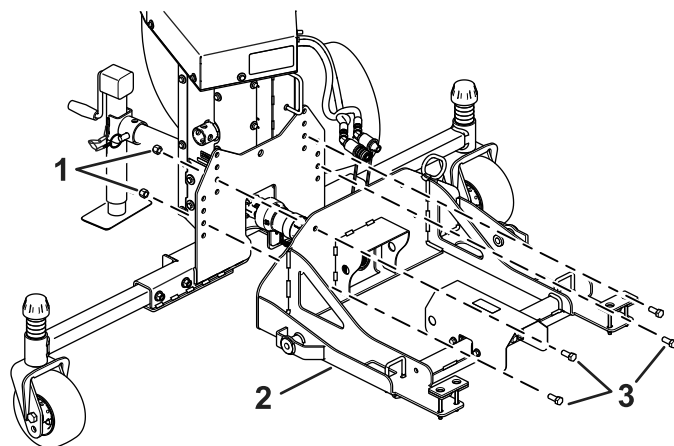

Figura 11
2. Instalati ansamblul plăcii de montare la nivelul cadrului suflantei de reziduuri cu 4 uruburi ($\frac{1}{2} \times 1 \frac{1}{4}$ " i 4 contrapiuliie ($\frac{1}{2}$ " i conectați arborele de transmisie al suflantei la arborele canelat de pe ansamblul plăcii de montare prin împingerea cuplajului rapid pe arbore (Figura 11).